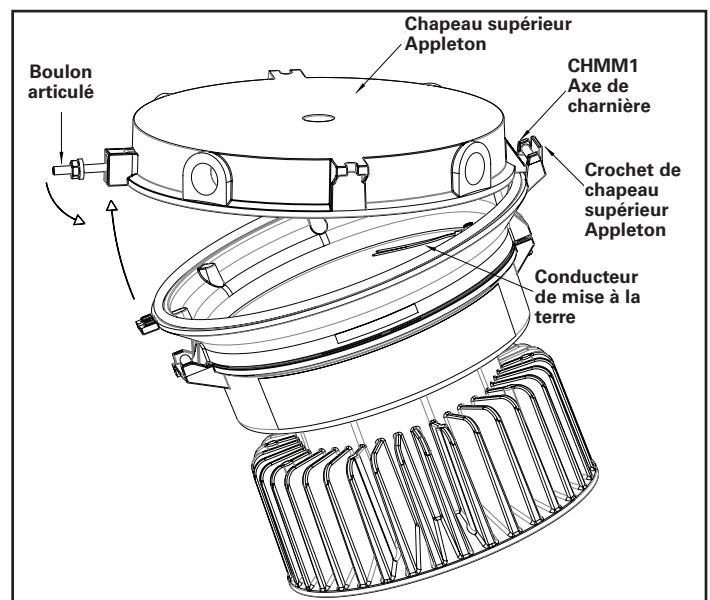

Figure 2
6. Accrochez l'ensemble luminaire/adaptateur sur le chapeau supérieur Appleton. Pour ce faire, accrochez l'axe de charnière de l'adaptateur dans le crochet du chapeau supérieur Appleton, tel qu'illustré à la figure 2.